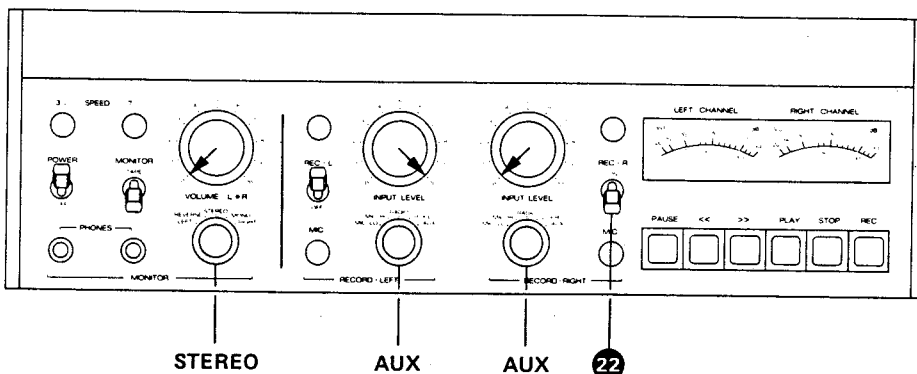

Fig. 6.4.-2
- Bedienungselemente nach Fig. 6.4.-2 einstellen.
- NF-Generator auf gleichem Pegel belasten (1000 Hz, 0,775 V am Ausgang). Anschluss AUX INPUT (48). Beide VU-Meter zeigen 0 VU.
- Zusätzlich Aufnahmevorwächler REC-R (22) auf ON. Nur linkes VU-Meter zeigt 0 VU.